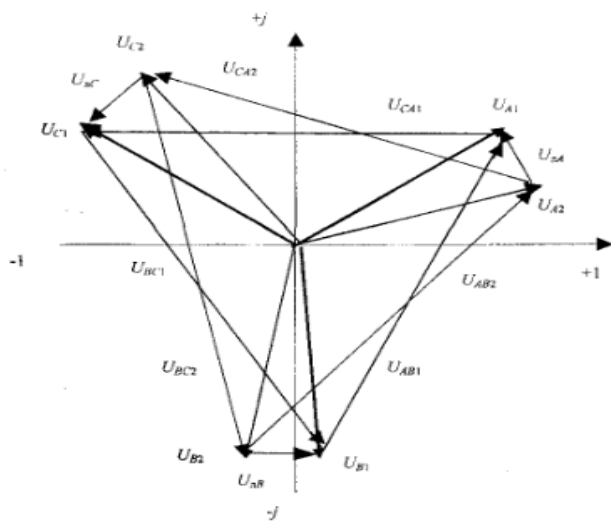

Рис. 26. Векторная диаграмма напряжений
18. Построение векторных диаграмм (рис. 26, 27)